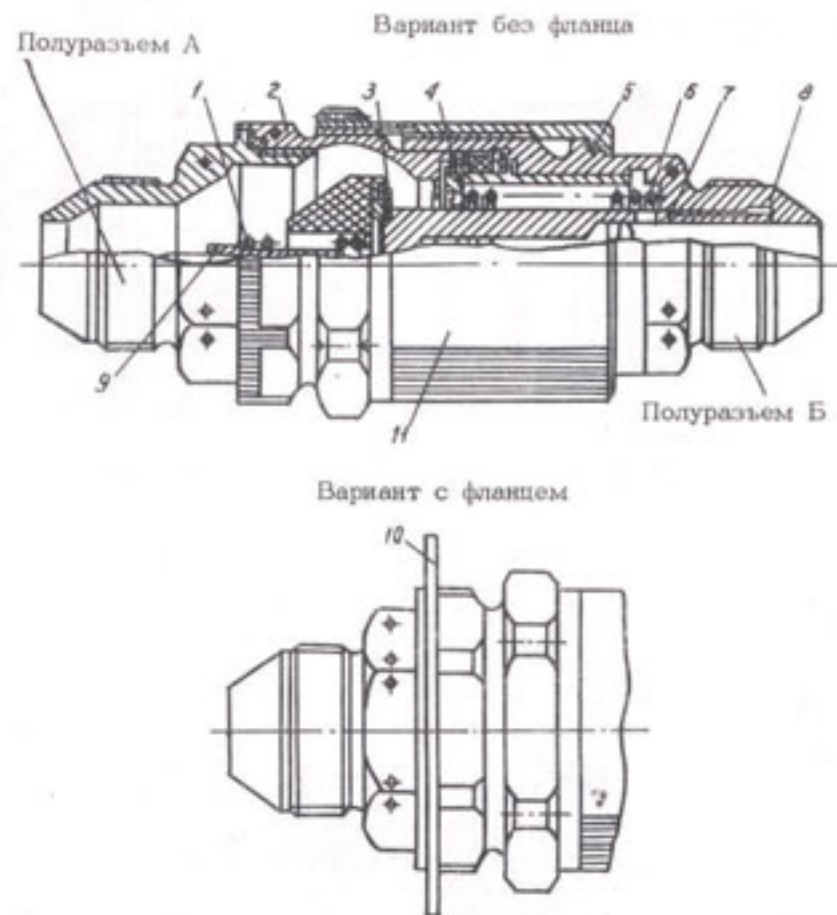
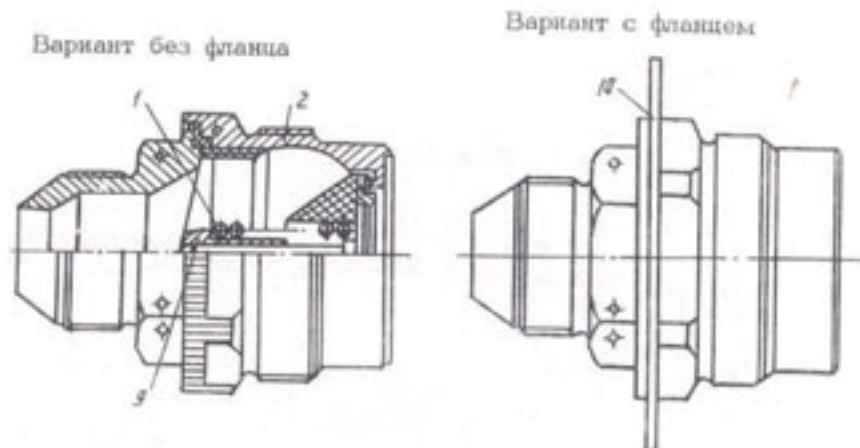
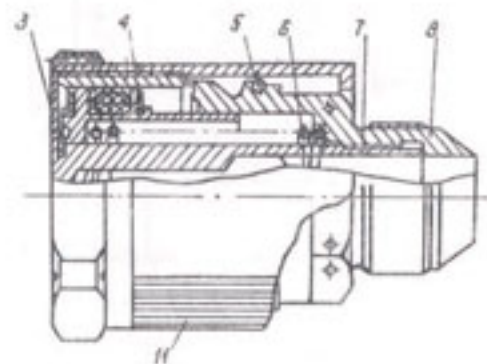

Рис. 1. Клапан разъема гидравлический
Рис. 2 Полуразъем клапана А
Рис. 3. Полуразъем клапана Б
4.1. Конструкция клапана изображена на рис. 1. Клапан разъема состоит из 2-х полуразъемов: полуразъема А (рис. 2) и полуразъема Б (рис. 3), представляющих собой запорные клапаны, закрывающие вход и выход из системы. Полуразъемы клапана соединяются между собой с помощью специальной гайки 11.
5.1. Маркировка клапана разъема состоит из маркировки полуразъема А, выполненной по наружной поверхности корпуса 2 (см. рис. 1) и маркировки полуразъема Б, выполненной на наружной цилиндрической поверхности корпуса 8.
7.2. В случае нарушения легкости вращения специальной гайки поз. 11 (рис. 1), установленной на полуразъеме Б, необходимо клапан промыть бензином Б-70 ГОСТ 1012-72, высушить и покрыть трущиеся поверхности смазкой шатим-221 ГОСТ 9433-80.